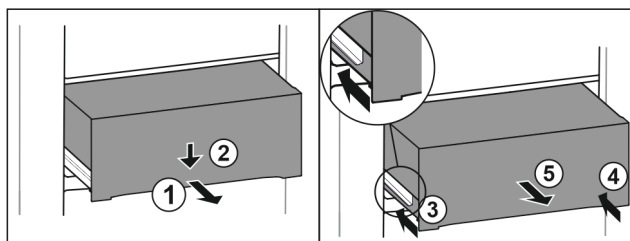

Fig. 105
- ▶ 将抽屉拉出一半。 Fig. 105 (1)
- ▶ 朝下按压正面的抽屉。 Fig. 105 (2)
- ▶ 将左侧轨道推入大约 2 cm。 Fig. 105 (3)
- ▶ 将右侧轨道推入大约 2 cm。 Fig. 105 (4)
- ▶ 朝前取出抽屉。 Fig. 105 (5)